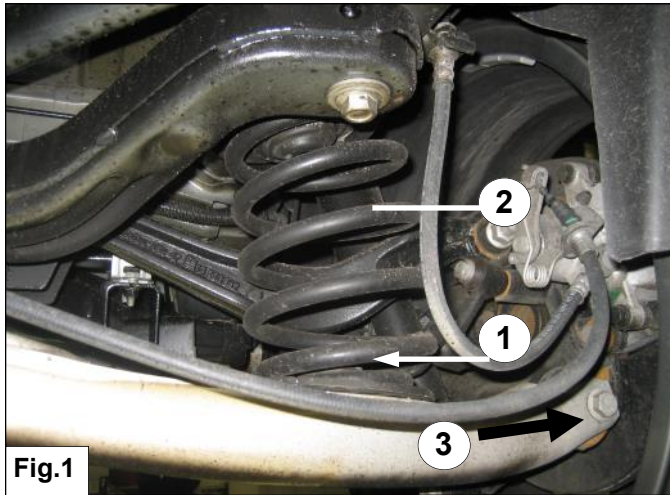

Fig.1
1. Ondersteun de draagarm en demonteer bout 3. **Let op de draagarm staat onder veerspanning.** Zie fig. 1.